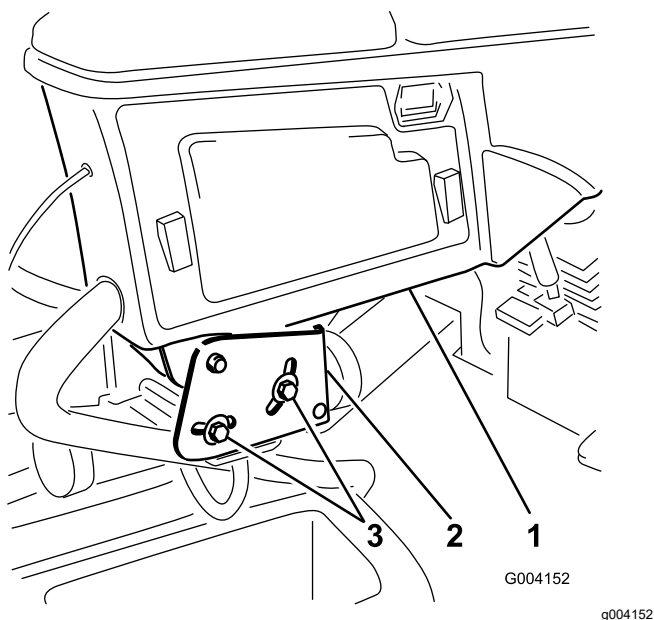

Figura 3
1. Solte os dois parafusos que prendem o braço de controlo ao suporte de retenção (Figura 3).